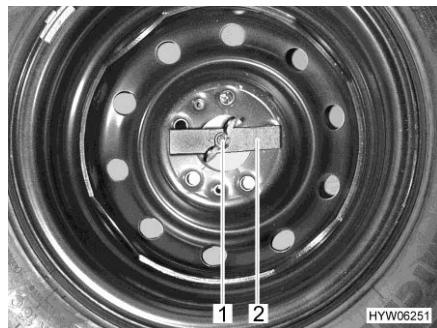

Fig. 188 Ruota di scorta nel gavone
- Svitare manualmente il dado ad alette (Fig. 188,1) e rimuoverlo.
- Rimuovere la barretta di compressione (Fig. 188,2).